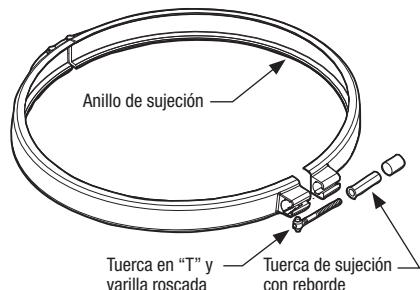

Figura 6. Anillo de sujeción del filtro
1. Asegúrese de que el lugar de colocación de la junta tórica esté limpio y que la junta tórica esté en la posición correcta en la mitad inferior del tanque. Presione la tapa del filtro sobre la mitad inferior, intercalando la junta tórica entre las dos (2) mitades.
3. Coloque el conjunto de tuerca en "T" y varilla roscada en la abrazadera. Asegúrese de que la tuerca en "T" esté colocada en la abrazadera en la orientación adecuada (consulte la Figura 6).